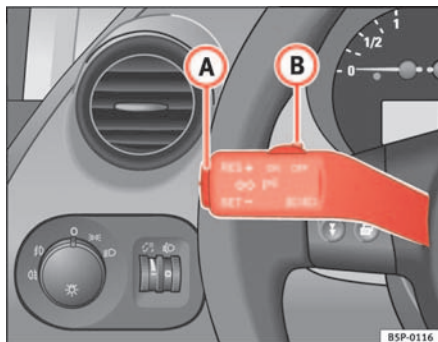

Fig. 142 Alavanca dos indicadores de direcção máximos: comando e interruptor basculante para o regulador de velocidade
- Empurrar o cursor ⇒ fig. 142 **B** para esquerda para **ON**.